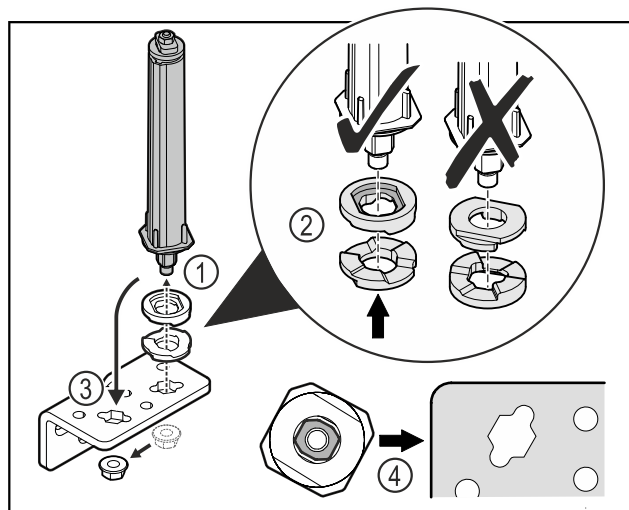

Fig. 41
- ▶ Povolte matici a odstraňte uzavírací systém dvířek Fig. 41 (1).
- ▶ Dbejte na správné vyrovnaní výškově stavitelných podložek Fig. 41 (2).
- ▶ Přesaďte uzavírací systém dvířek v úhelníku závěsu a upevněte jej maticí Fig. 41 (3).
- ▶ Při nasazování dbejte na správné vyrovnaní uzavíracího systému dvířek Fig. 41 (4).